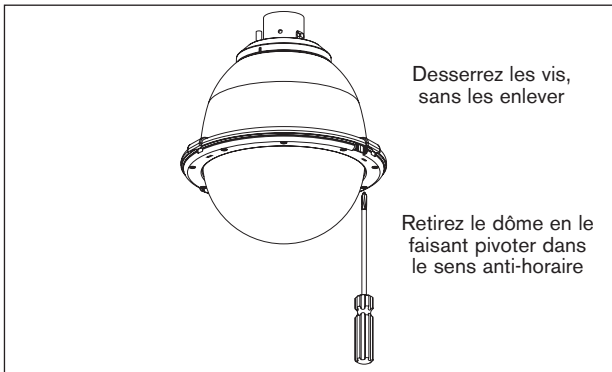

Figure 2 : Ouverture du boîtier pour retirer le dôme
2. Pour ouvrir le boîtier, desserrez les neuf (9) vis imperdables situées sur la garniture du boîtier, à côté du dôme transparent inférieur. Veillez à ne pas dévisser complètement les vis. Faites légèrement tourner le dôme dans le sens anti-horaire pour le retirer (*Figure 2*). Retirez la barrière de protection du BOÎTIER PRS et mettez-la au rebut.